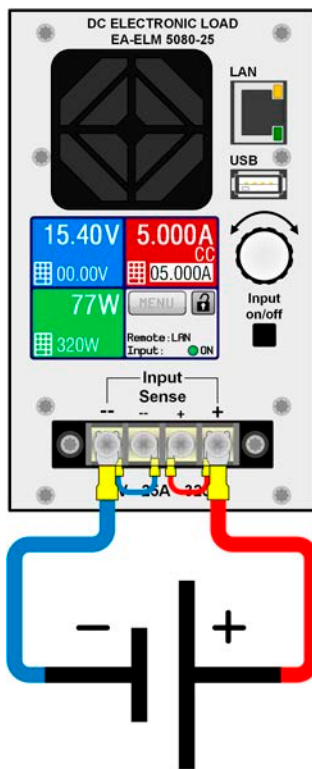
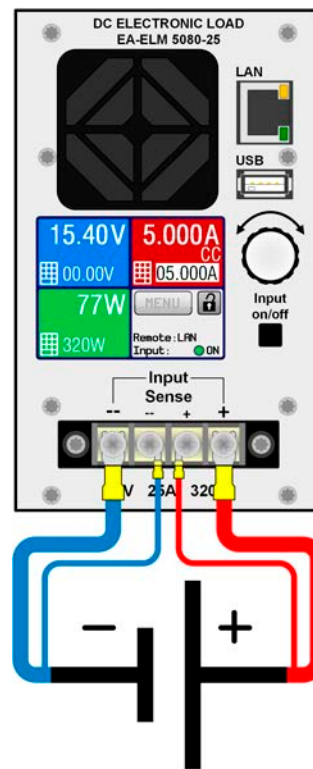

Bild 10 - DC-Anschlußbeispiel ohne Fernfühlung (Sense gebrückt)
Bild 11 - DC-Anschlußbeispiel mit Fernfühlung an Quelle
- (+) Sense darf nur am (+) der Quelle und (-) Sense nur am (-) der Quelle angeschlossen werden. Ansonsten könnte die elektronische Last beschädigt werden. Siehe auch *Bild 11*.
Für Verdrahtungs-Beispiele zur Fernfühlung siehe *Bild 10* und *Bild 11*.